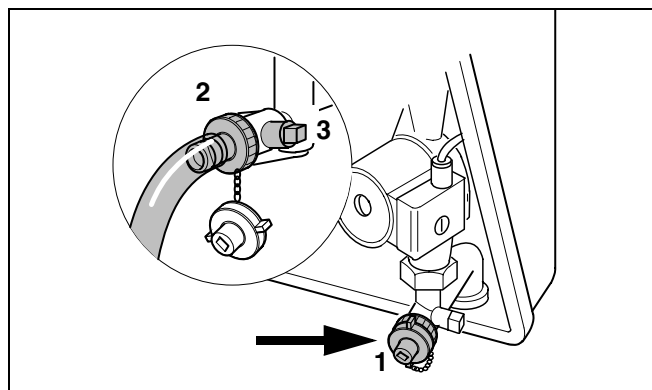

Fig. 16 Riempire l'impianto di riscaldamento
- Svitare il cappuccio di chiusura (fig. 16, pos. 1) e avvitare il portatubo (fig. 16, pos. 2).
- Aprire il rubinetto di carico e scarico (fig. 16, pos. 3).